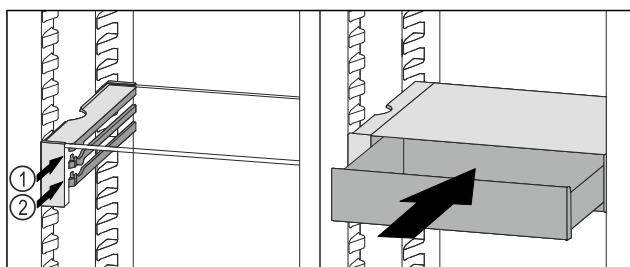

Fig. 140
- ▶ Założyć szufladę VarioSafe za stoperami na wybranych żebrach Fig. 140 (1) lub Fig. 140 (2).